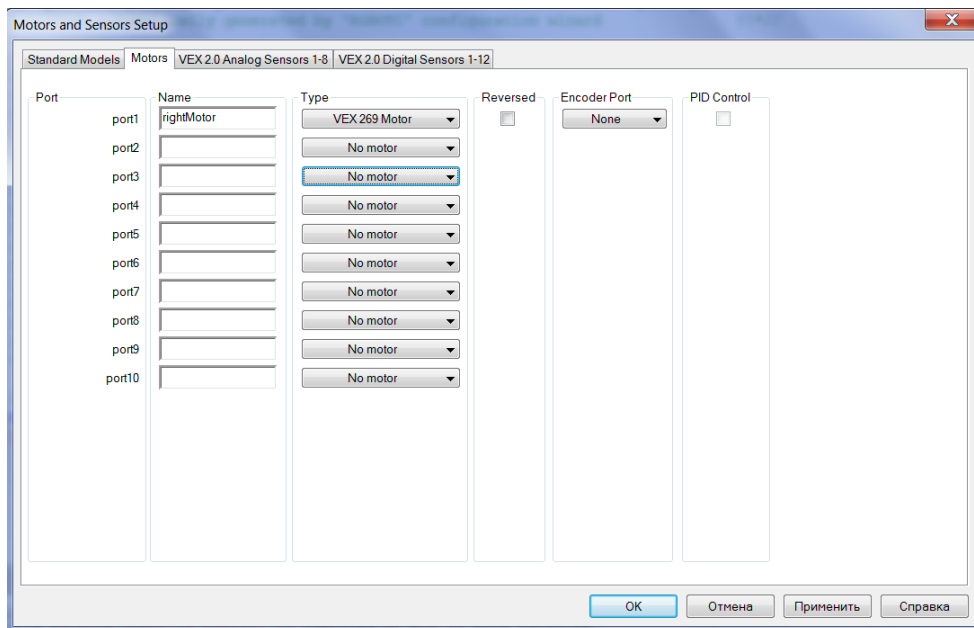

Рис. 10.13. Вкладка Motors
3. Для настройки приводов перейдите во вкладку Motors. В данном окне (рис. 10.13) вы увидите 10 строк, каждая из которых обозначает порты контроллера. В каждой строке доступны такие параметры, как: